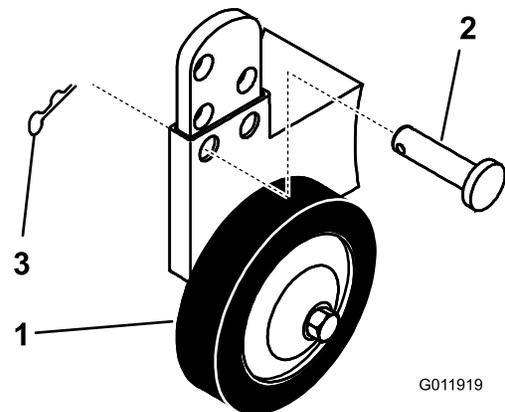
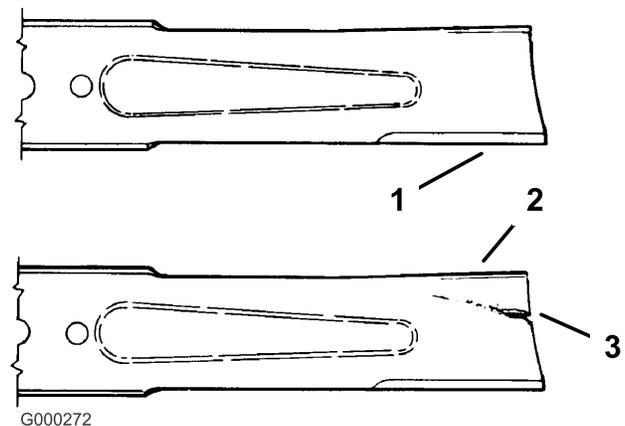

Bild 23
Bild 24
A. Nehmen Sie den Splint und Stift heraus, um die Lochposition zu ändern (Bild 23).
- B. Wählen Sie eine Lochposition, in der die Radstelle für die verwendete Schnitthöhe eine Bodenfreiheit von 10 mm hat (Bild 23).
2. Untersuchen Sie die Schnittkanten (Bild 24). Bauen Sie die Schnittmesser aus und schärfen sie, wenn die Kanten nicht scharf sind oder Kerben aufweisen; siehe Schärfen der Messers auf Seite.
3. Prüfen Sie das Schnittmesser, insbesondere den gebogenen Bereich (Bild 24). Montieren Sie sofort ein neues Schnittmesser, wenn Sie Schäden, Verschleiß oder Rillenbildung in diesem Bereich feststellen (Bild 23).